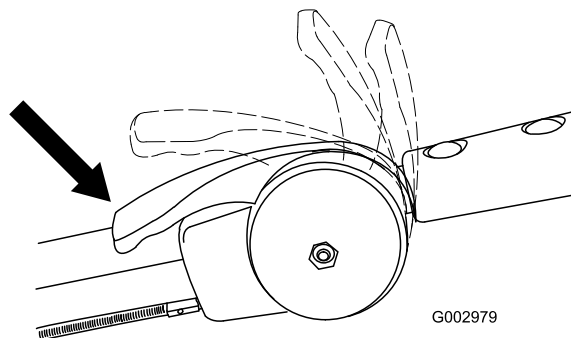

Рисунок 21
3. Переведите рычаг дроссельного крана в положение Choke (Дроссельный кран) (Рисунок 21).